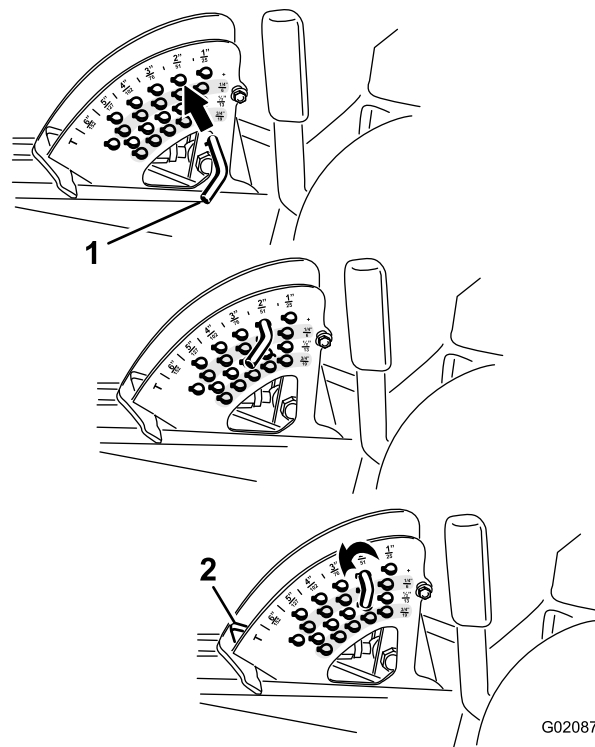

図 27
2. ストップピンについているロールピンを回してピンと刈高設定穴のスロットとが整列したところでピンを抜き取る【図 27】。
3. 刈高ブラケットについている穴から、希望する刈高に対応する穴を見つけ、その穴にピンを通し、ピンを回してロックする【図 27】。
注 穴は全部で4列あります【図 27】。外周側の列は、外周部に刻印されている通りの刈高の穴です。2列目の穴は、それぞれ1列目プラス6 mmの刈り高となります。3列目の穴は、それぞれ1列目プラス12 mmの刈り高となります。一番下の列の穴は、それぞれ3列目プラス18 mmの刈り高となります。刈高158mmだけは例外で、2列目のはずれにあります。この穴にセットすると刈高152 mmとなります。6 mm アップにはなりません。